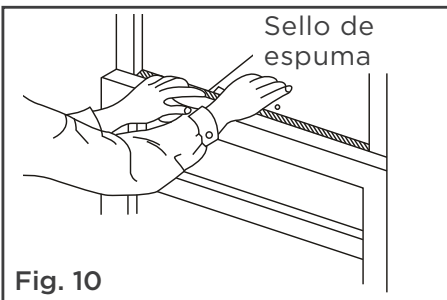

Fig. 10
D. Corte sello de espuma de la ventana e insértela en el espacio entre las hojas superior e inferior (Fig. 10).